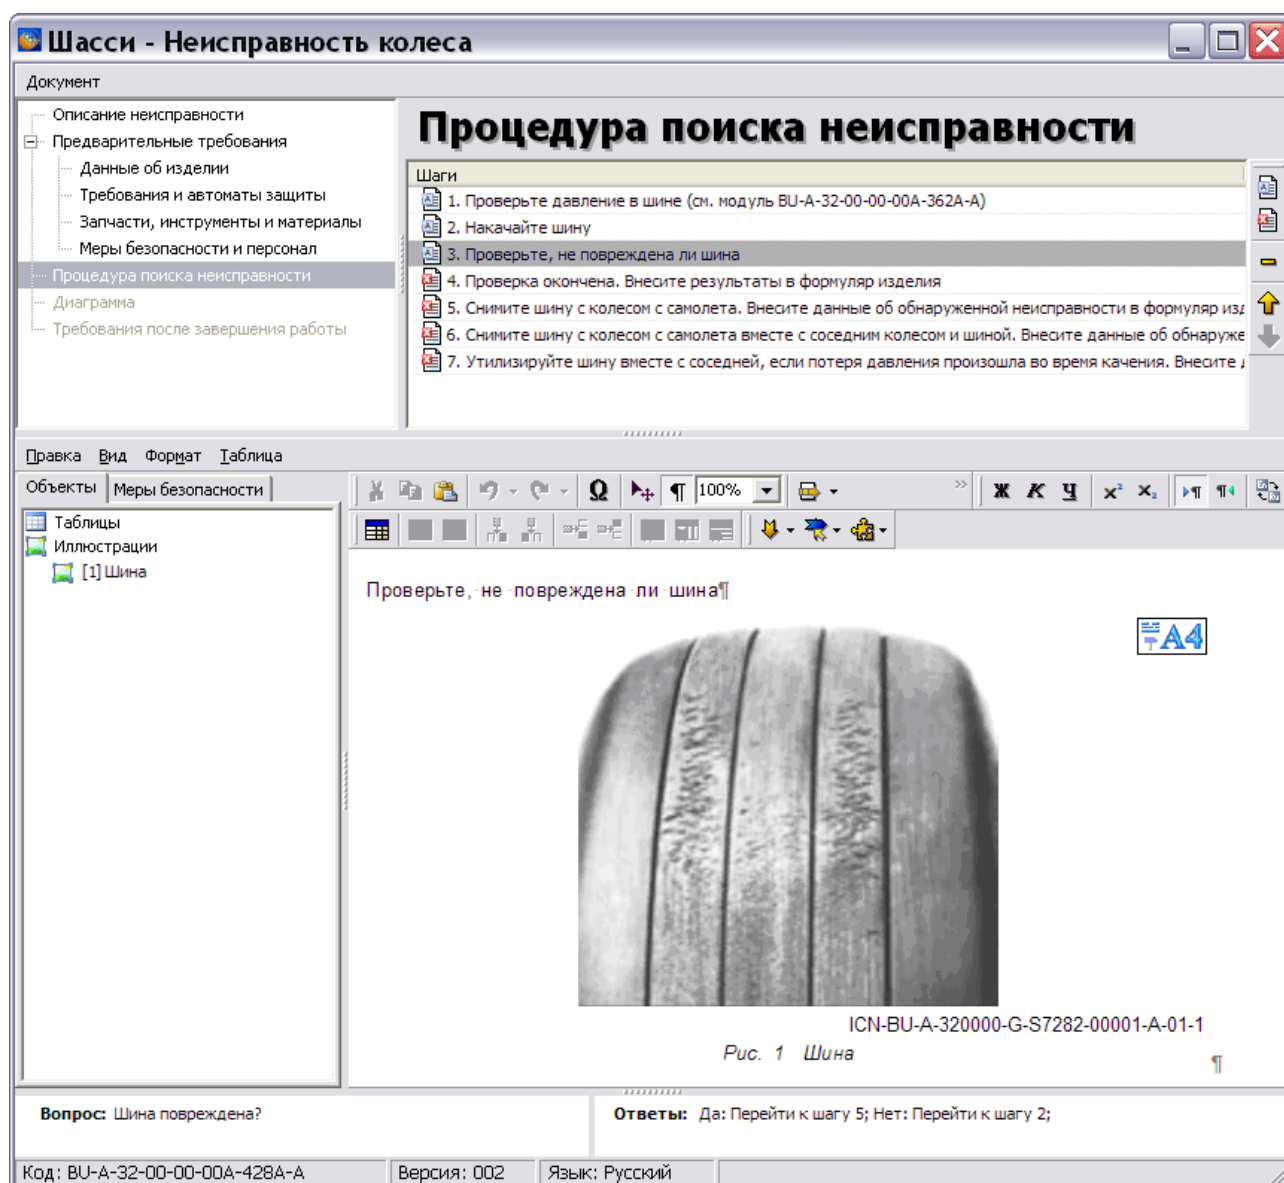

Рис. 6.47
6. Выйдите из окна создания иллюстраций. При этом иллюстрация загрузится в документ, и на вкладке **Объекты** в левой части области редактора **Текст шага** в списке иллюстраций появится название иллюстрации (Рис. 6.47).